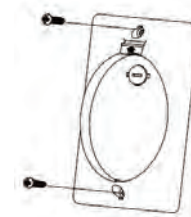

Fig. 24
**Étape 1.** Sélectionnez un emplacement pour installer le support de votre télécommande, installez le support comme indiqué. (Fig. 24)